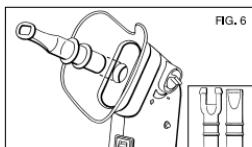

FIG. 6
6. Accessoires utilisables : l'appareil peut être utilisé soit avec le masque, soit avec l'embout buccal, soit avec l'embout nasal (fig. 6). En cas d'utilisation avec embout nasal, afin d'éviter le phénomène de condensation pouvant altérer le traitement, inspirer profondément par le nez.